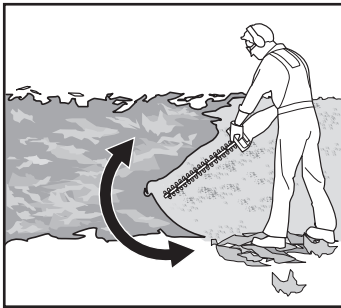

Fig. 7
1. S'assurer que le protège-lame (1) est retiré et que la batterie (15) est montée avant utilisation.
4. Toujours tenir fermement le produit avec une main sur la poignée avant (4) et l'autre main sur la poignée arrière (8). Ne jamais faire fonctionner le produit d'une seule main.
6. Commencer par couper les deux côtés à partir du bas en remontant jusqu'au sommet. Cela empêche les débris de coupe de tomber dans la trajectoire du matériau qu'il reste à couper (Fig. 7).